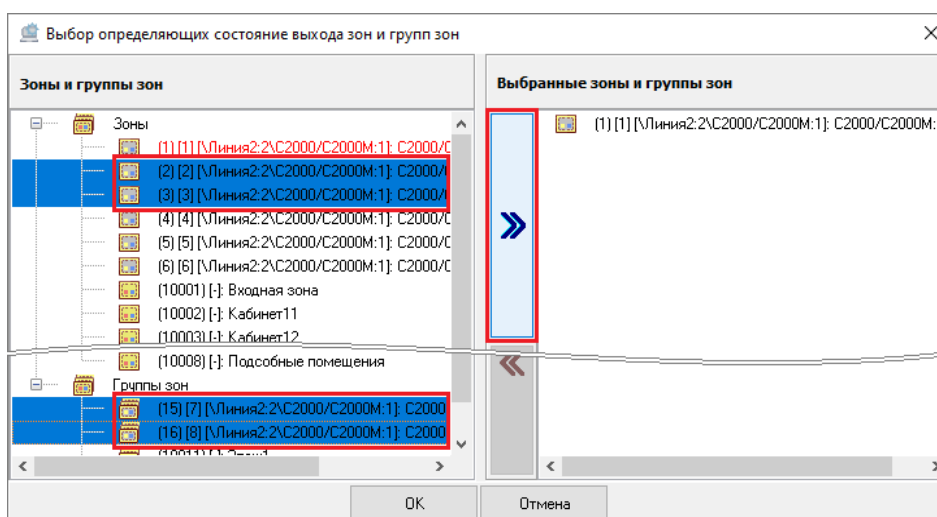

Рисунок 6-385 Выбор нескольких зон и групп зон в качестве определяющих состояние выхода кнопкой переноса
- выделите одну или несколько зон/групп зон в поле «Зоны и группы зон» (для выделения сразу нескольких зон/групп зон нажмите на клавиатуре и удерживайте клавишу <Shift> для выбора диапазона или клавишу <Ctrl> для комбинированного выбора) и нажмите кнопку переноса  (см. Рисунок 6-385);